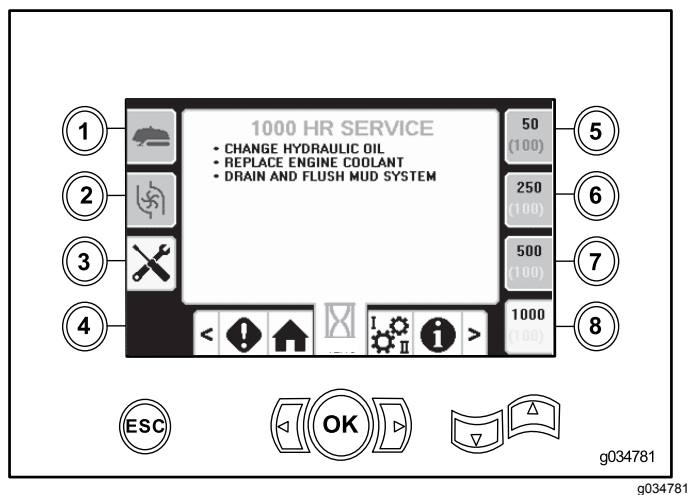

Figure 46
- Bouton 8 – calendrier d'entretien à 1 000 heures (Figure 46)